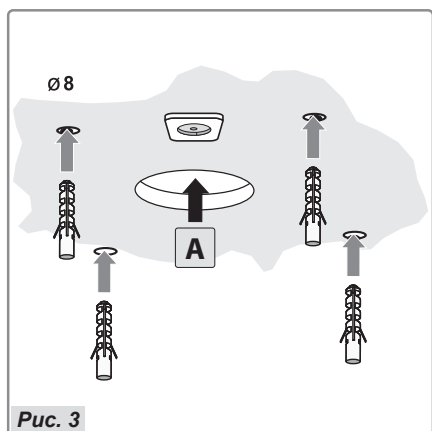

Рис. 3
– Сформируйте отверстие для выпуска воздуха (рис. 3).